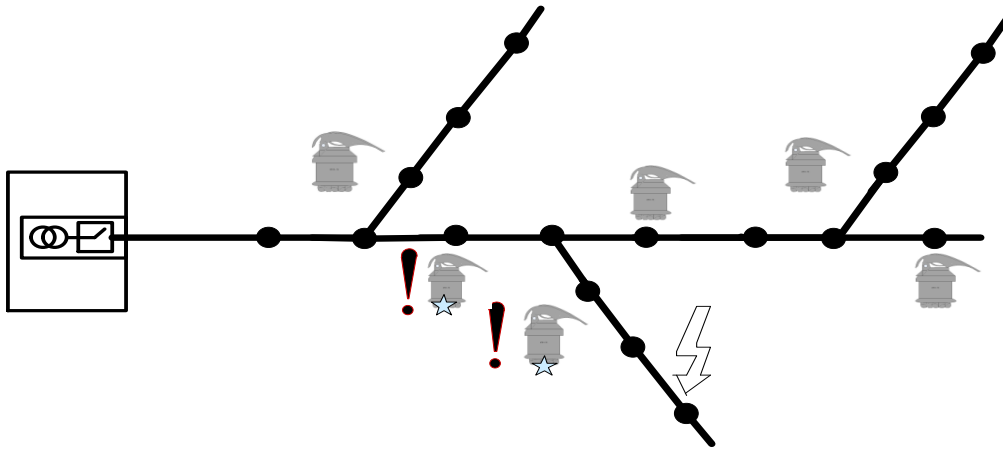

Рисунок 13 – Установка комплектов на линии с длинным стволом
- на линии с длинным стволом и длинными ответвлениями комплекты устанавливаются в начале контролируемых ответвлений и за местом разветвления, на ближайших промежуточных опорах (Рисунок 13).